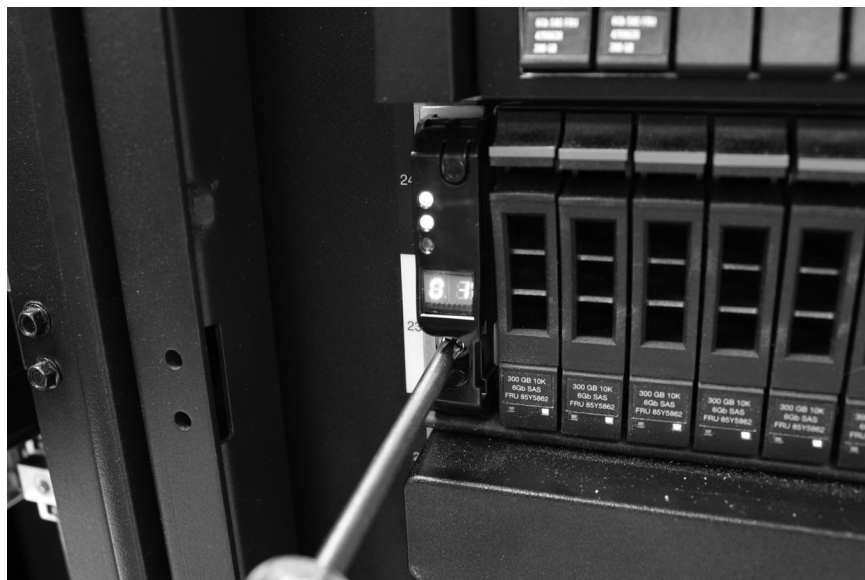

図 11. ラック・キャビネットへのエンクロージャーの固定
4. 19 ページの図 11 に示されているように、各エンクロージャー・エンド・キャップの後ろの穴にねじを差し込み、そのねじを締めます。